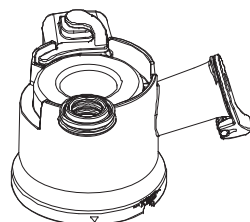

Fig 12c
- La parte grande e piatta dell'anello di sigillo sarà all'interno mentre il lato piccolo e scanalato sarà all'esterno della ciotola di spremitura. (Fig 12c)